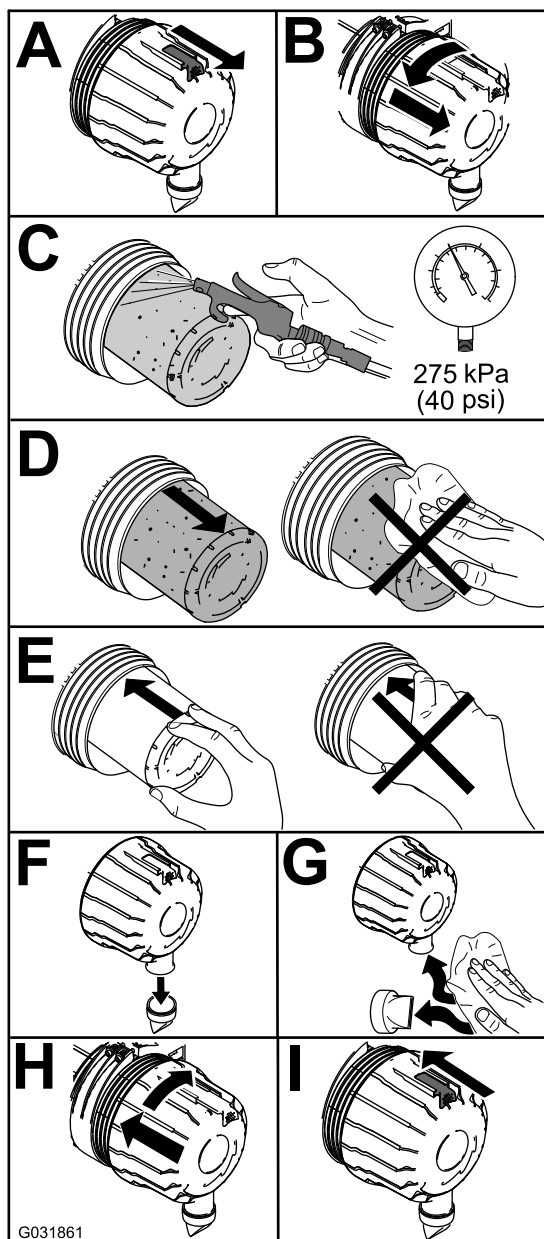

Figure 56
1. Remplacez le filtre à air (Figure 56).